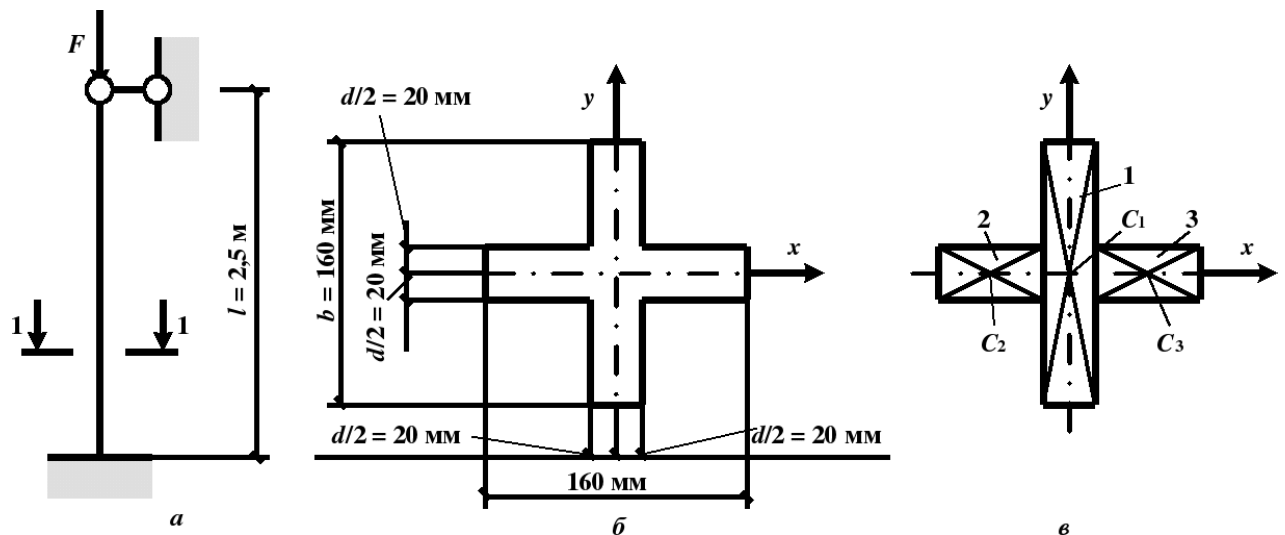

Рис. 1
Пример 1. Определить значение допускаемой силы для центрально-сжатой стойки, показанной на рис. 1, а. Материал стойки – алюминий марки АД31Т.
2. Площадь поперечного сечения стержня (рис. 1, б)
б) моменты инерции сечения $J_x = J_y$, так как сечение имеет две оси симметрии (рис. 1)